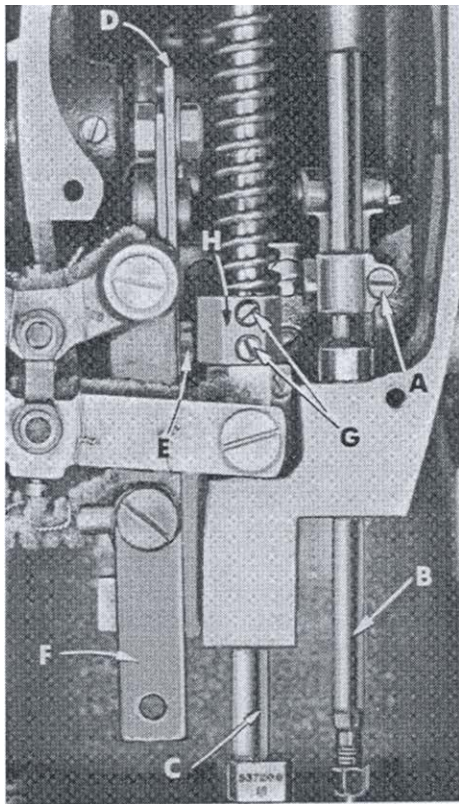
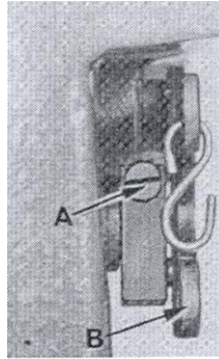

Fig. 3
Fig. 12
The height of the needle is correct when the top of its eye is 1/64 inch below the underside of the looper, when the looper point is flush with the left side of the needle. If adjustment is necessary, loosen screw (A, Fig. 3) and move needle bar (B) up or down as required and retighten screw (A).
Stellen Sie die Nadelstange so hoch ein, daß die Nadelöhr-oberkante 0.4 mm unter der Greiferspitze ist, wenn sich die Greiferspitze bei ihrer Bewegung nach links mit der linken Nadelseite deckt. Falls eine Einstellung notwendig ist, lösen Sie Schraube (A, Fig.3) und bewegen Sie die Nadelstange (B) nach Bedarf nach oben oder unten und ziehen Sie die Schraube (A) wieder fest.
If adjustment is needed, loosen tension release lever screw (A, Fig. 12) located at the back of the machine and move tension disc separator as required. Retighten screw. After adjustment there should be no binding at any point.
The height of the presser bar (C, Fig. 3) is set correctly if it is possible to remove the presser foot when the foot lifter lever (B, Fig. 12) is fully depressed.
If adjustment is necessary, turn handwheel in operating direction until the needle bar is in the low position. Loosen screws (G, Fig. 3), then, while holding presser foot down on the throat plate surface, pry up presser bar connection and guide (H) with a screwdriver to obtain the 1/16 inch setting and retighten screws.
Falls eine Einstellung notwendig ist, lösen Sie die Fadenspannungshebelschraube (A, Fig. 12) die sich hinten an der Maschine befindet und schieben Sie die Auslöseleiste wie nötig. Ziehen Sie die Schraube wieder an. Nach der Einstellung sollte an keiner Stelle eine Verbindung sein.
Die Höhe der Drückfußstange (C, Fig. 3) ist richtig eingestellt, wenn es möglich ist, den Drückfuß zu entfernen wenn der Drückfußlifterhebel (B, Fig. 12) ganz heruntergedrückt ist.
Falls eine Einstellung notwendig ist, drehen Sie das Handrad in Nöhrichtung bis die Nadelstange in der niedersten Position ist. Lösen Sie die Schrauben (G, Fig. 3), dann, während Sie den Drückfuß unten auf der Drückfußoberfläche halten, stemmen Sie die Drückfußstange und Führung (H) mit einem Schraubenzieher nach oben, um eine Einstellung von ca. 15 mm zu erhalten und ziehen Sie die Schrauben wieder an.